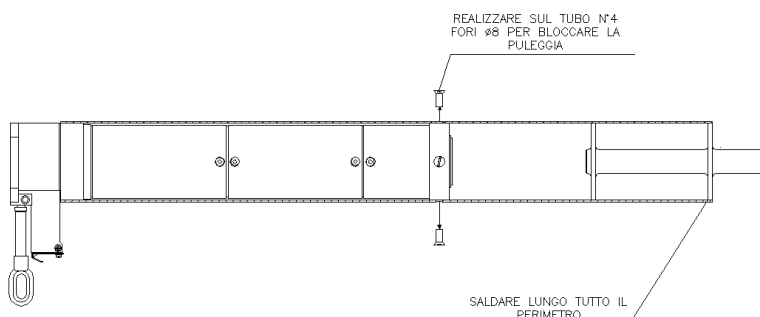

fig. 3
- ▮ In corrispondenza dei 4 fori filettati presenti sulla puleggia, praticare 4 fori sul rullo ed avvitare con le viti M8x16 in dotazione con il Kit. Dalla parte opposta al finecorsa, fissare il rullo con l'albero con flange regolabili, mediante saldatura; (fig.3)